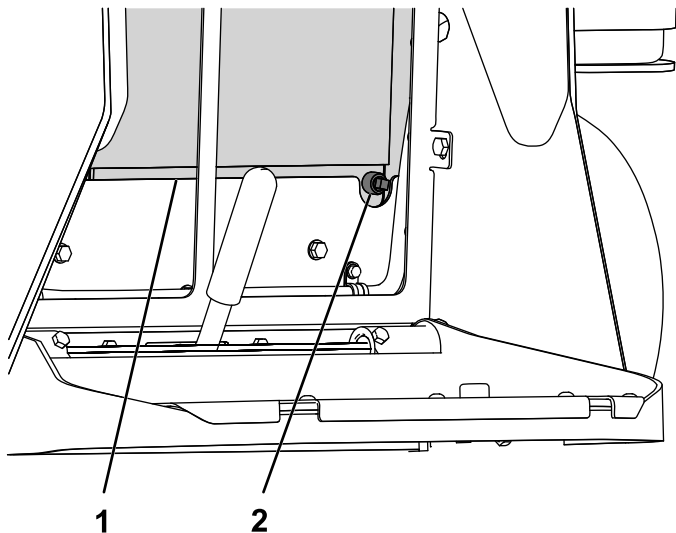

Figura 5
2. Coloque un recipiente grande debajo del tapón de vaciado y desenrosque el tapón (Figura 5).